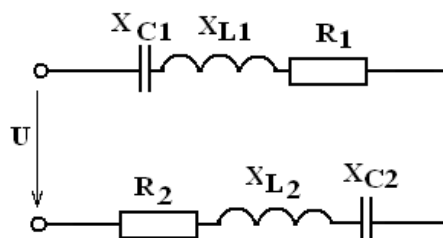

Рис.8.21
2. Напряжение на зажимах цепи, вариант которой соответствует последней цифре учебного шифра студента и изображенной на рис. 8.21, изменяется по закону $u=U_m \sin \omega t$. Амплитудное значение напряжение U_m , значения активных сопротивлений R_1 и R_2 , индуктивностей катушек L_1 и L_2 ,